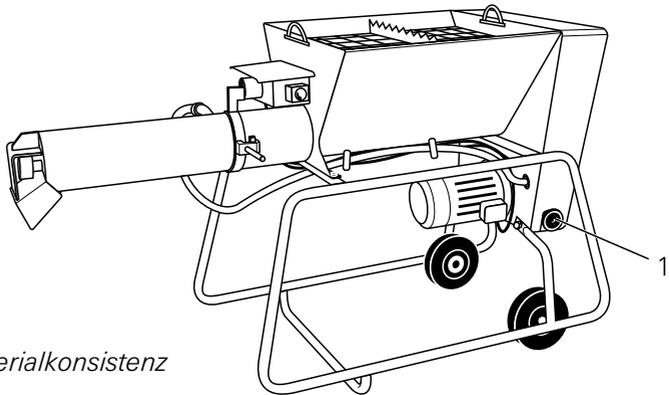

Bild 7:
- Falls erforderlich, Materialkonsistenz durch Regulieren der Wassermenge am Feinreguliertventil (Bild 7, 1) einstellen (Drehen gegen Uhrzeigersinn = mehr Wasser, Drehen im Uhrzeigersinn = weniger Wasser)